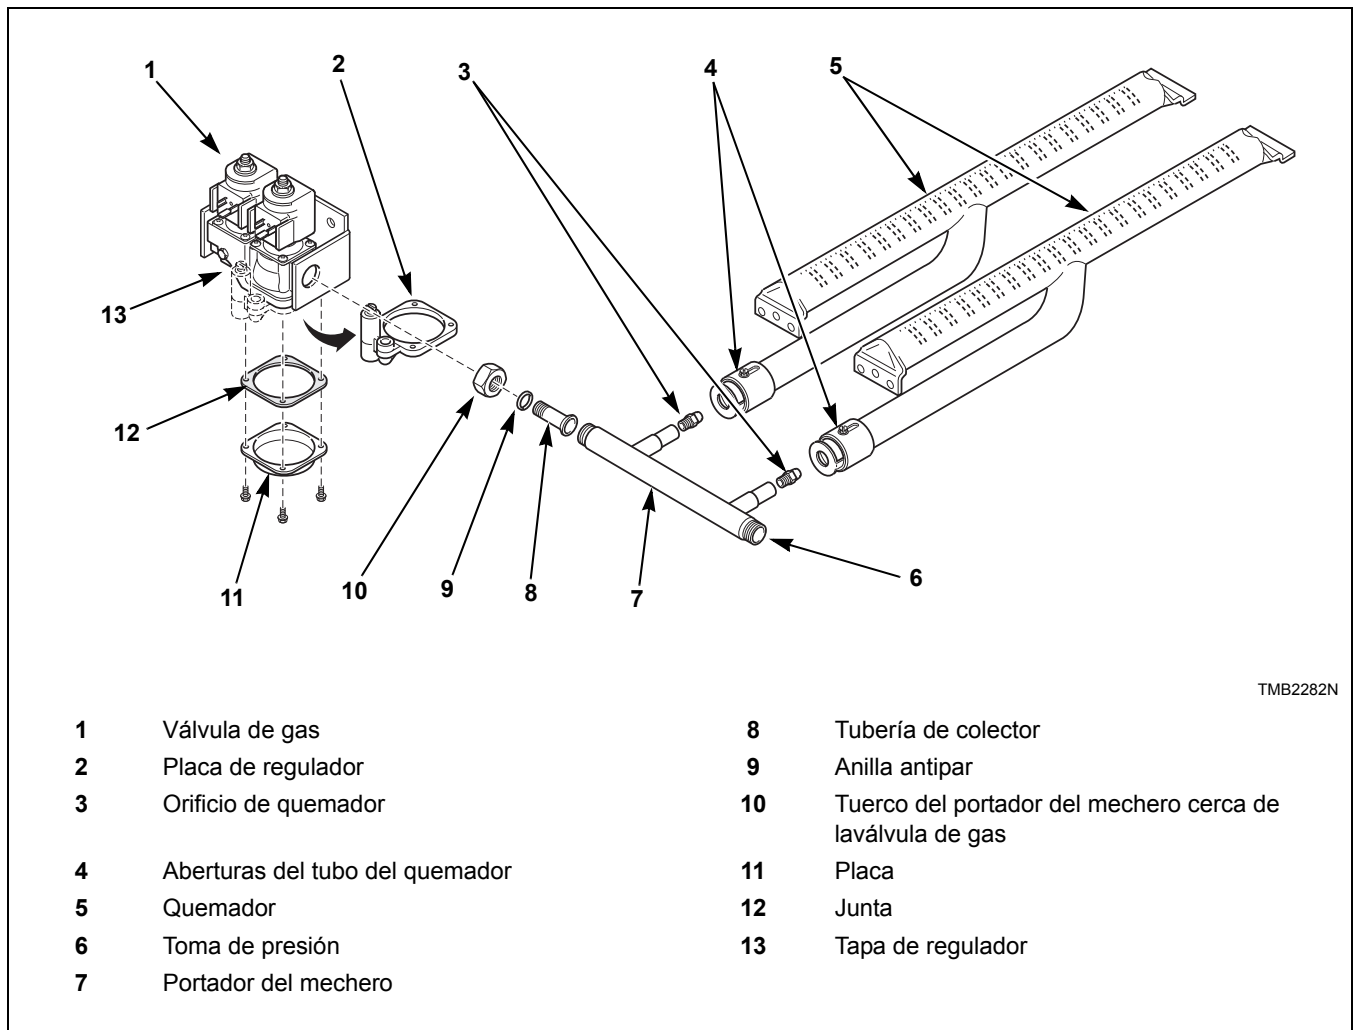

Figura 12
- Retire el portador del mechero. Desatornille la tuerca del portador del mechero cerca de la válvula de gas. Quite los orificios del quemador del portador del mechero. Consulte la *Figura 12*.
1. Compruebe la presión en el orificio (múltiple) del quemador de gas de la forma siguiente. Consulte la *Figura 12*.
4. Ponga en servicio la secadora y anote la presión una vez que arda una llama. Quite la tapa del regulador y ajuste el tornillo regulador hasta lograr la presión en el orificio según la tabla correspondiente. Vuelva a colocar la tapa del regulador. Consulte la *Figura 12*.